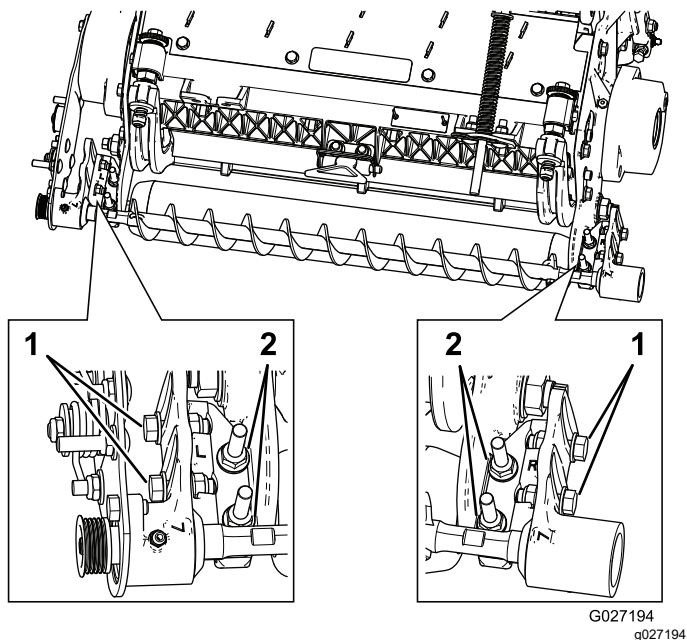

图 13
- A. 松开将滚筒刷安装支架固定到滚刀组侧板上的 2 个凸缘锁紧螺母 图 13。
B. 旋转滚筒刷轴承座直到滚筒刷侧板与滚刀组侧板保持平行 图 13。
C. 拧紧将滚筒刷安装支架固定到滚刀组侧板上的 2 个凸缘锁紧螺母 图 13。
1. 松开将每个滚筒刷轴承座固定到滚筒刷安装支架上的 2 个螺栓 图 13。